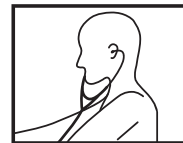

Fig. 5
5. Cuando las olivas están en tus oídos, los tubos deben estar orientados hacia adelante, como se muestra en la Fig. 5. Un uso incorrecto del estetoscopio puede resultar en un mal sellado acústico y, en algunos casos, en una obstrucción total del sonido.